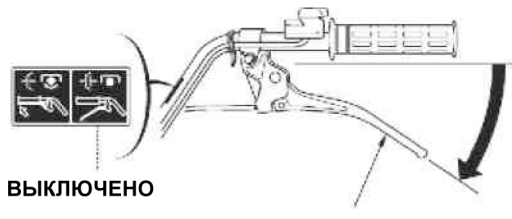

Рис. 13
1. Выключите сцепление, отпустив рычаг сцепления в положение «ВЫКЛЮЧЕНО» (рис. 13).